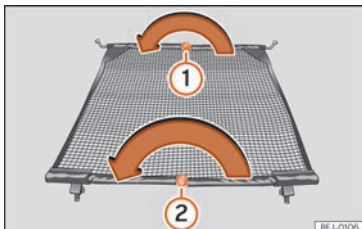

Abb. 202 Netztrennwand einklappen.
- Entriegelungsknopf »» (Abb. 202) ① drücken und Querstange bei gedrücktem Entriegelungsknopf in Pfeilrichtung einklappen.
- Entriegelungsknopf »» (Abb. 202) ② drücken und Querstange bei gedrücktem Entriegelungsknopf in Pfeilrichtung einklappen.